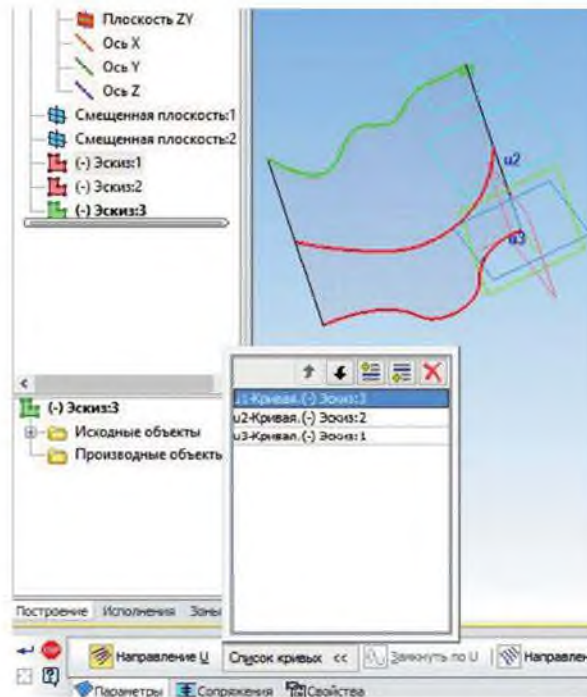

Рисунок 6.17 Указание кривых для выполнения операции
4) На панели инструментов *Поверхности* выбрать команду *Поверхность по сети кривых*. В панели *Свойств* указать кривые для операции (рисунок 6.17). Результат операции показан на рисунке 6.14.